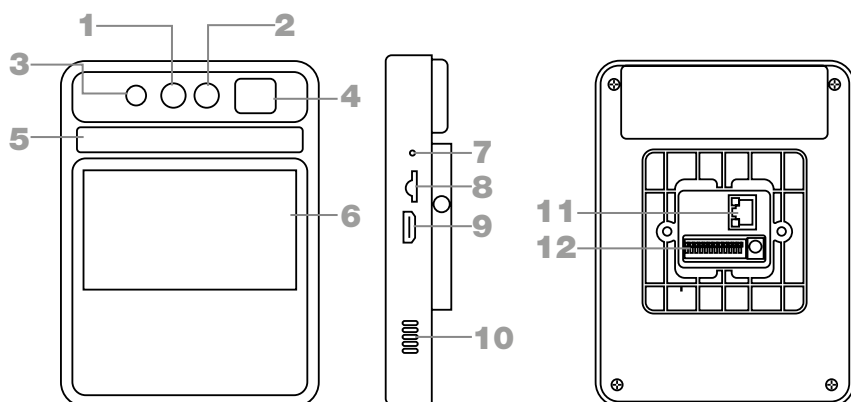

Рисунок 1 Внешний вид изделия
1.4.1 Изделие представляет собой оптико-электронный блок (рисунок 1), обеспечивающий функцию контроля доступа по биометрическим параметрам человека: форма лица субъекта, температура субъекта. Функция распознавания лиц субъектов доступа обеспечивается с помощью основной (1) и дополнительной видеокамеры (2), дистанционный контроль температуры осуществляется с помощью встроенной тепловизионной камеры (3). На экран (6) транслируется изображение с основной камеры (1), а также выводится дополнительная информация: значение измеренной температуры, информация о субъекте, текущая дата и время. Для улучшения качества распознавания лиц в условиях недостаточной освещенности предусмотрена автоматическая светодиодная подсветка (4)(5). После идентификации субъекта и измерения его температуры с помощью динамика (10) осуществляется речевое оповещение. Для хранения данных о посетителях предусмотрен слот для карты памяти (8).